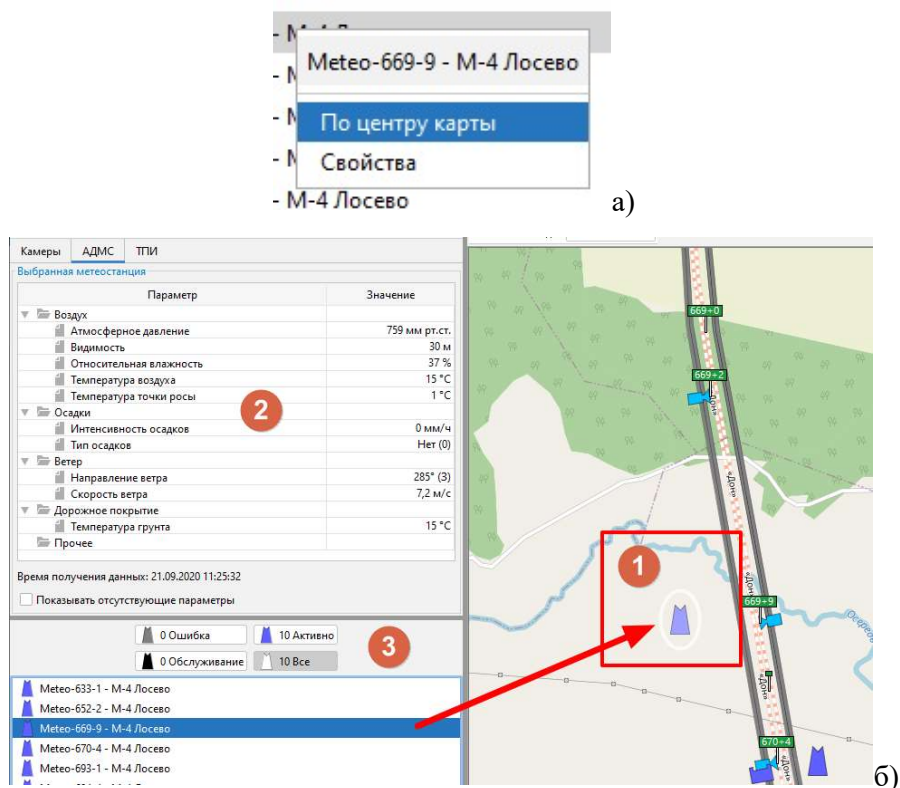

Рис. 55 Работа с АДМС
Затем при помощи мыши и кнопок масштабирования найти на карте требуемую АДМС. Также АДМС можно выбрать в области списка объектов, нажать правой кнопкой мыши на названии станции, из контекстного меню выбрать **По центру карты** (см. рис. 55а). Пиктограмма АДМС на карте будет выделена белым овалом (см. (1) рис. 55б).